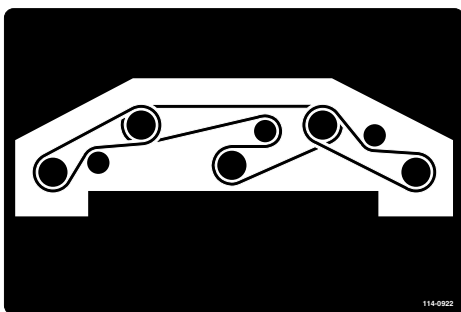

Figura 95
8. Pase la correa nueva alrededor de las poleas de los ejes y del conjunto de la polea tensora (Figura 95).